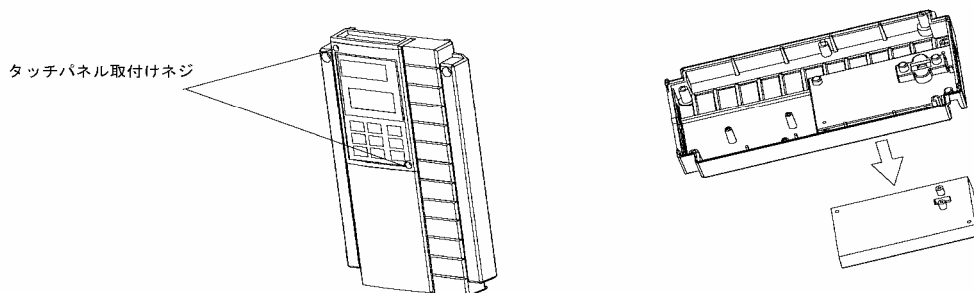

図 1-3-2 タッチパネルの取外し
(1) の要領で表面カバーを取外したのち、タッチパネル取付けネジをゆるめ、図 1-3-2 の要領でタッチパネルを取外してください。